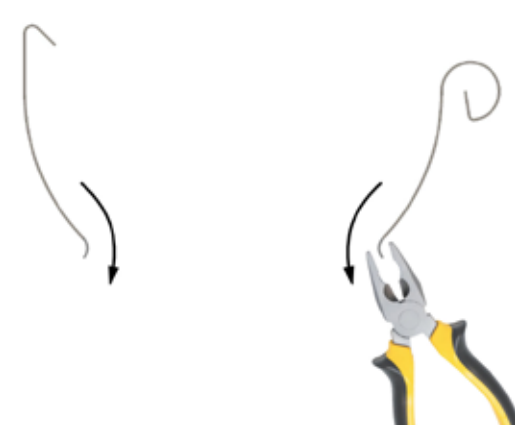

Рис. 9 Разметка отверстия под воронку желоба
5.1 Отметьте местоположение воронки, используя воронку в качестве шаблона (рис. 9, ч. 1).
5.2 Разметьте границы будущего отверстия в желобе, отступив от полученных очертаний воронки как показано на рис. 9, ч. 2.
5.3 Прodelайте отверстие в желобе при помощи ножовки (рис. 9, ч. 3).
5.4 Завершите отверстие в желобе при помощи ножниц по металлу (рис. 9, ч. 4).
5.5 Отогните пассатижами кромки получившегося отверстия наружу, чтобы сделать равномерный выход воды наружу (рис. 9, ч. 5).